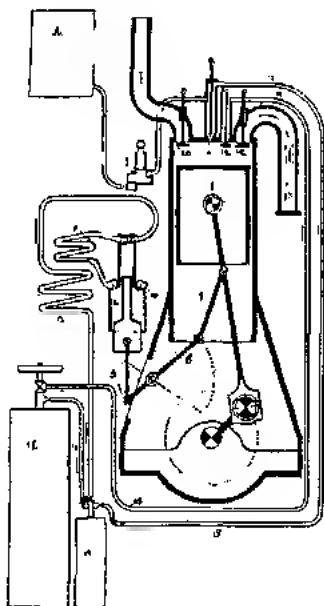

Рис. 52.
Чаще всего встречаются двигатели, работающие жидким топливом, при чем в последнее время колоссальное распространение получили нефтяные двигатели Дизеля. Это — четырехтактный двигатель, по принципу работы отличающийся от рассмотренного нами двигателя Отто. В двигателе Дизеля во время 1-го такта происходит засасывание в цилиндр одного лишь чистого воздуха, который в течение 2-го такта сильно сжимается (до 32 атмосфер давления). При таком сильном сжатии воздух нагревается до 600—700° Цельсия; нефть впрыскивается в этот раскаленный воздух и в нем постепенно сгорает. На рис. 52 мы даем схему двигателя Дизеля. Когда поршень во время 1-го хода поршня идет вниз, в цилиндр всасывается воздух через клапан (2) и трубу с вырезами (3). При втором обратном ходе поршня воздух сжимается до 32 и даже до 35 атмосфер, и в момент максимума сжатия воздуха игла форсунки (4) открывает нефти доступ в цилиндр, куда она подается из резервуара (1) насосом (5) под давлением воздуха в 45—50 и больше атмосфер; нефть в цилиндре распыляется в виде мелкой пыли, которая в атмосфере горячего воздуха медленно сгорает, образуя газы, которые в течение 3-го такта производят давление на поршень. В течение 4-го такта, когда поршень снова движется вверх, продукты горения выталкиваются через выхлопной клапан (20). Для нагнетания нефти в цилиндр